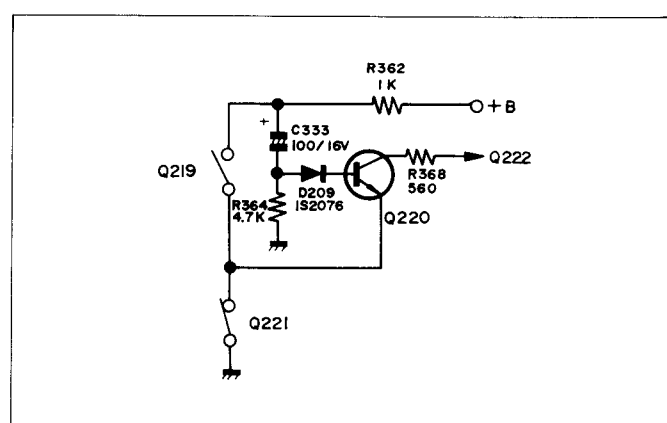
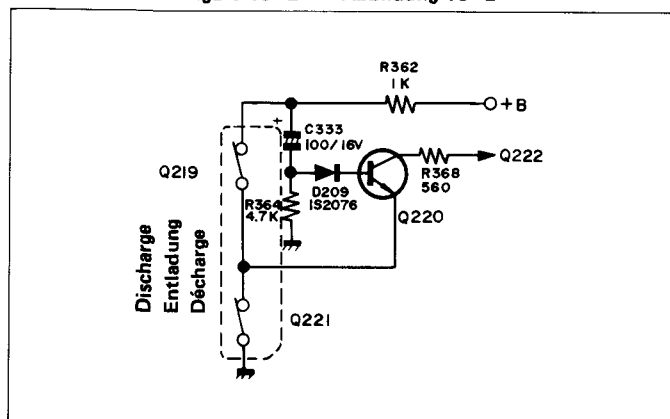
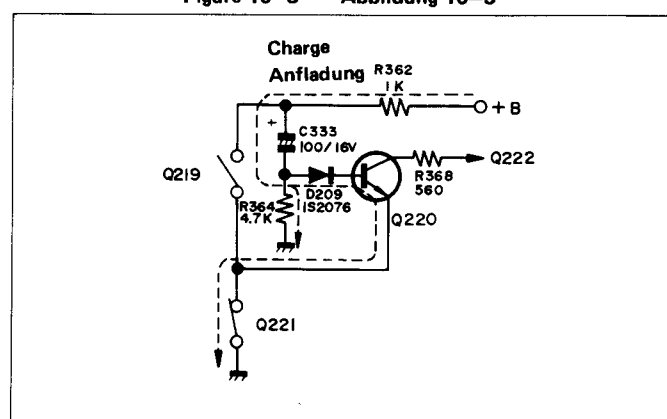

Figure 10-3 Abbildung 10-3
Figure 10-4 Abbildung 10-4
Figure 10-5 Abbildung 10-5
- 3) In the case the APSS switch is pushed on just when the programs space (non-signal recorded part) is being traced in playback: Here, the Q219 is kept off (see Figure 10-3), and assuming the charging of C333 is not yet completed, the Q220 turns on to permit the timer standby mode. If the tape advances to the signal recorded part, the Q219 turns on and the C333 discharges (see Figure 10-4). Then, if the tape reaches the programs space, the Q219 turns off, a current is caused at the C333, the Q220 turns on, and the plunger is activated (see Figure 10-5).
- 4) In the case the APSS switch is pushed on just when the signal (program) recorded part is being traced in playback: The Q219 turns on (Figure 10-4), and if the programs space is reached, the plunger will be on as shown in Figure 10-5.
- 3) Wenn der APSS-Schalter bei einem signalfreien Leerraum zwischen Programmen während der Wiedergabe niedergedrückt wird: In diesem Falle bleibt Q219 (siehe Abbildung 10-3) ausgeschaltet, und in der Annahme, daß C333 noch nicht vollständig aufgeladen ist, wird Q220 eingeschaltet, um die Schaltuhr-Bereitschafts-Betriebsart zu ermöglichen. Bei Bandvorlauf bis zu einem bespielten Bandteil wird Q219 eingeschaltet und C333 entladen (siehe Abbildung 10-4). Wenn das Band dann einen signalfreien Leerraum zwischen Programmen erreicht, wird Q219 ausgeschaltet, ein Strom am C333 erzeugt, Q220 eingeschaltet und die Tauchspule eingeschaltet (siehe Abbildung 10-5).
- 4) Wenn der APSS-Schalter bei einem bespielten Bandteil während der Wiedergabe niedergedrückt wird: Q219 wird eingeschaltet (Abbildung 10-4) und bei Erreichen eines signalfreien Leerraumes zwischen Programmen wird die Tauchspule gemäß Abbildung 10-5 eingeschaltet.